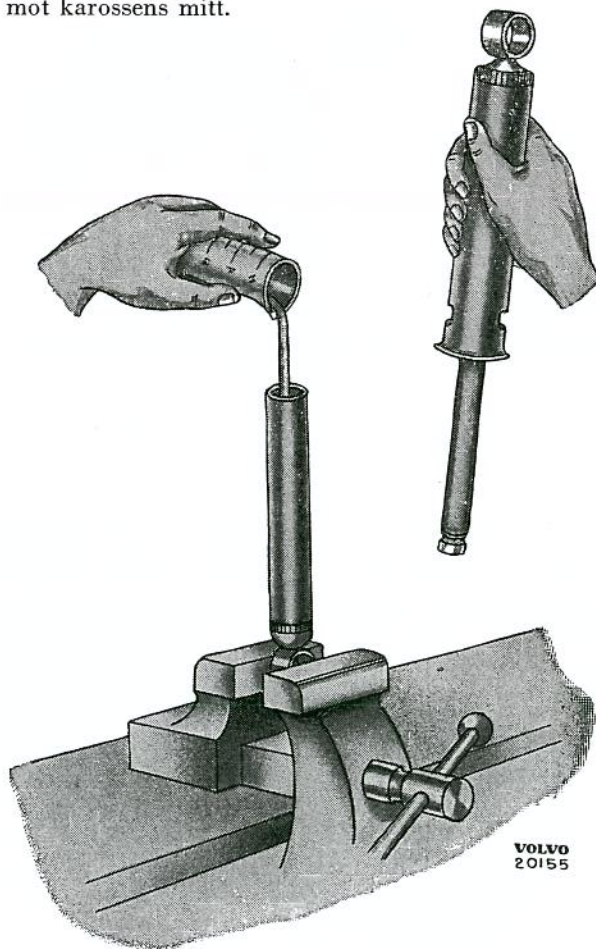

Bild 10. Påfyllning av stötdämparvätska.
4. Placera cylindern (4) i ett skruvstycke i lodrätt läge. Håll den återstående delen av vätskan i denna, bild 10, och sätt ihop stötdämparen enligt punkt 5 under kap. "Hopsättning av stötdämpare".